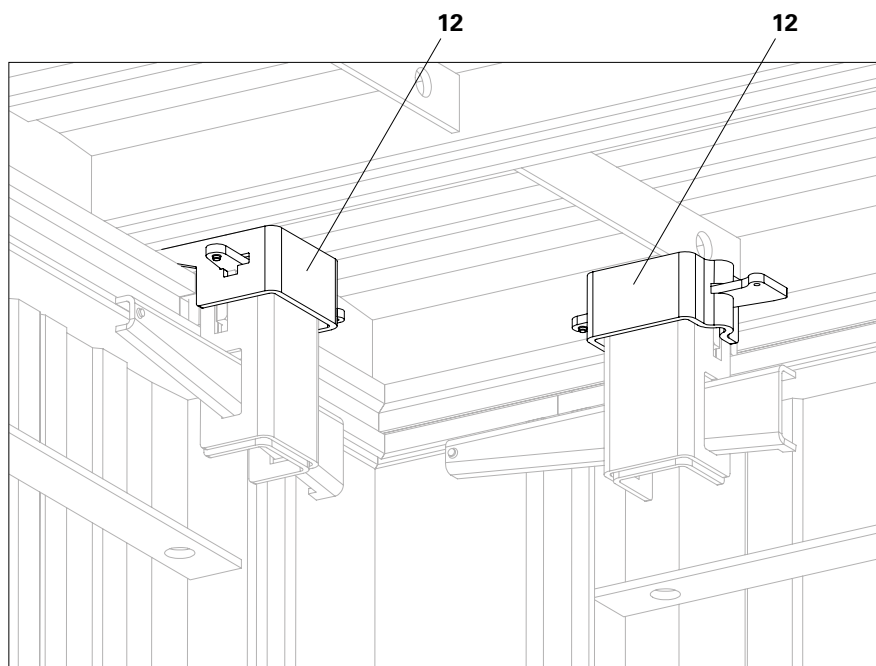

Fig. A5.15
→ I telai per soletta UNO Plus sono fissati in posizione. (Fig. A5.15)
- Per ambienti con lunghezze pari a circa 5 m, PERI consiglia di iniziare il processo di installazione della cassaforma della soletta da 2 angoli diagonalmente opposti della stanza. I telai esterni per soletta sono poi fissati in entrambe le direzioni con l'adattatore del giunto UNO Plus (12). (Fig. A5.15)